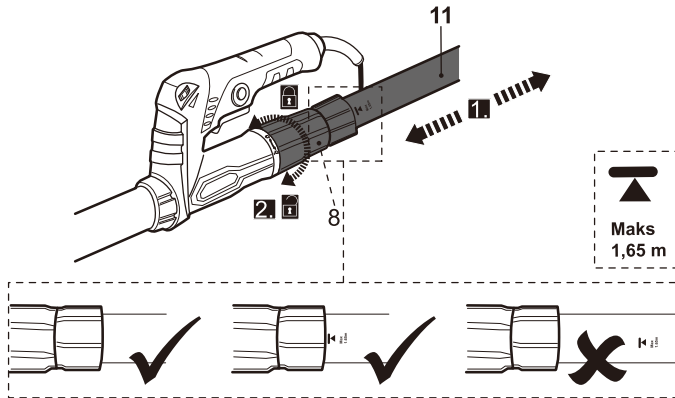

Fig.4
- > Se necessário, ajuste o comprimento do tubo de extensão (11). Tenha em atenção à marcação “Máx. 1,65 m” existente sobre o tubo de extensão. Aperte o casquilho (8) depois da montagem/ajuste do tubo de extensão (Fig. 4).